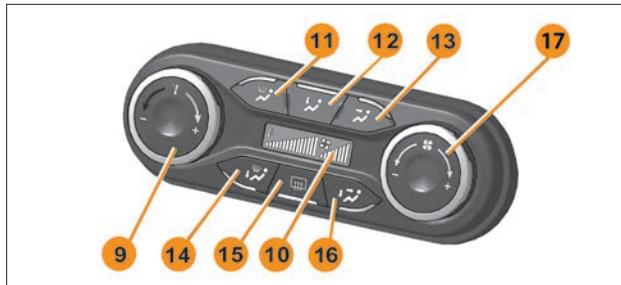

Рис. 4. Блок управления системой вентиляции и отопления
**9** – левый поворотный переключатель (управление температурой подаваемого воздуха), см. рис. 4, 5, 6.
**11** – кнопочный переключатель режима обогрева (обдува) ветрового и боковых стекол, (рис. 4, 5);
**12** – кнопочный переключатель режима обогрева ног (рис. 4, 5);